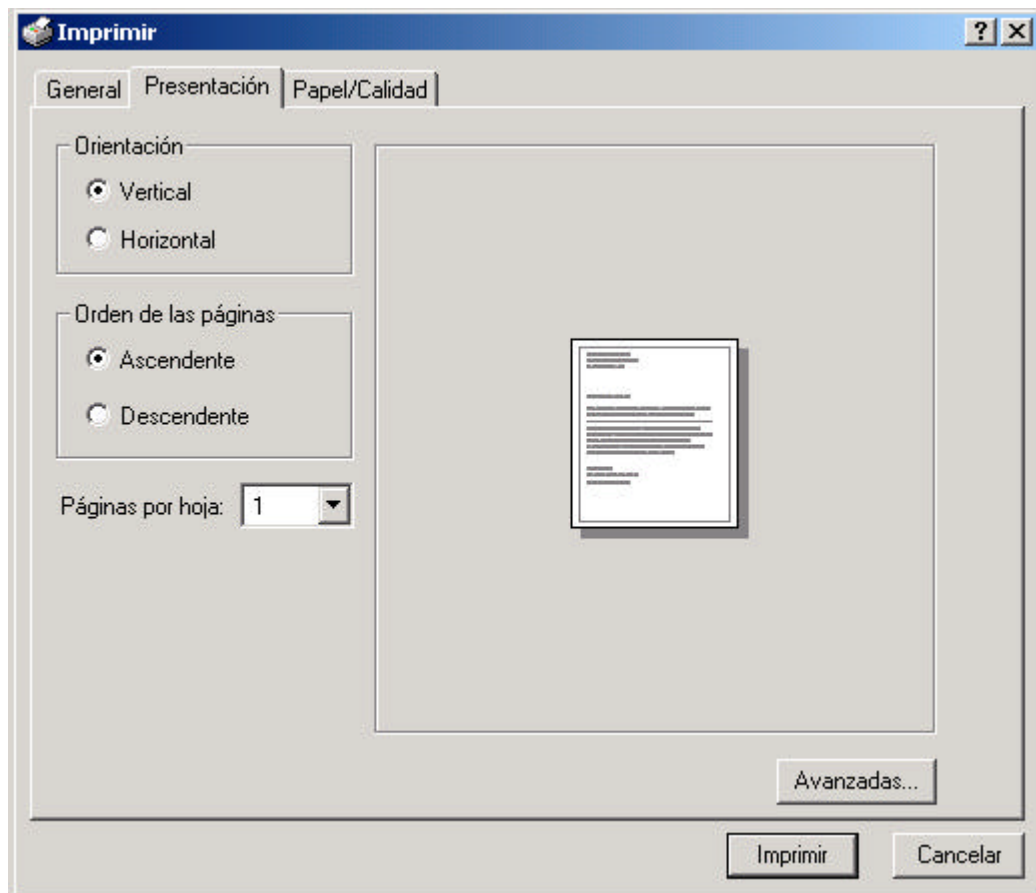

Figura 18.- Ventana Imprimir (Presentación).
- **Presentación** (figura 18).
- Orientación. Esta puede ser Vertical u Horizontal y se refiere a la colocación del papel para la impresión. Cuando se cambia esta opción, también lo hace el dibujo del informe que se presenta en la figura 18, dando una referencia de cómo será la apariencia del mismo.
Como en el caso de *Orientación*, aquí también se modifica el dibujo del informe de la figura 18 al cambiar en número de las páginas.